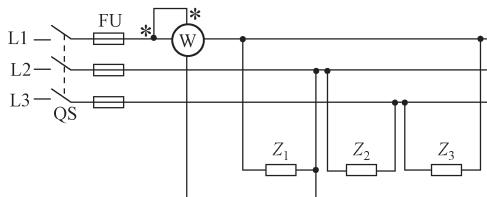

图 6-13 △形连接负载的功率测量原理图
(1) 测量电路如图 6-13 所示，按图连接好电路及功率表。